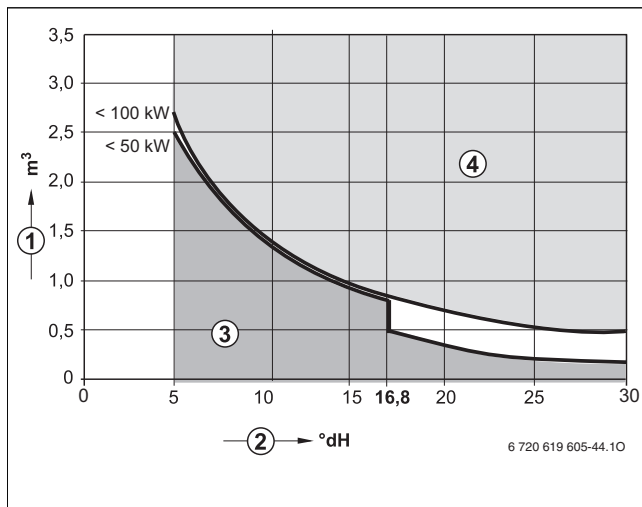

Рис. 7 Требования к воде для заполнения отдельного котла мощностью до 100 кВт
- Заполняйте систему только чистой водопроводной водой (учитывайте график на рис. 7).
- Если фактически необходимое количество воды для заполнения системы больше, чем объём воды за весь срок службы (→ рис. 7), то необходимо провести обработку воды. При этом можно использовать только разрешённые фирмой Buderus химикаты, средства для обработки воды и др.